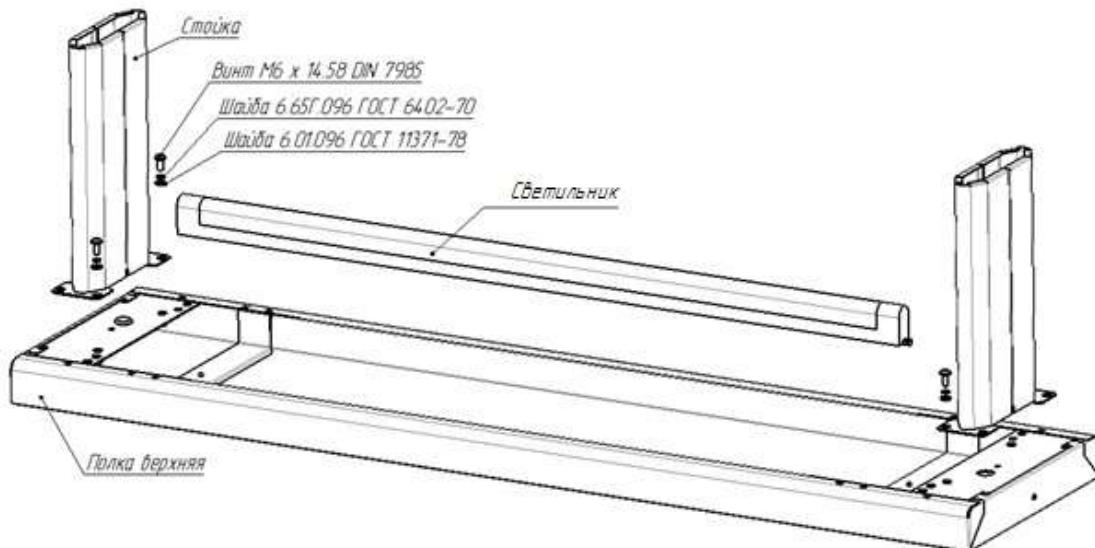

рис. 3.1
- Закрепить стойки винтами M6, закрепить светильник винтами M3 на кронштейнах полки (см. рис. 3.1).